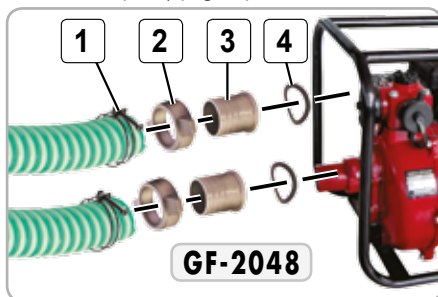

Fig.5
- pentru conectarea motopompei trebuie să folosiți furtune de aspirație/refulare cu armatură neexpansibilă fixate cu colierele (se achiziționează separat) (Fig.5,6);